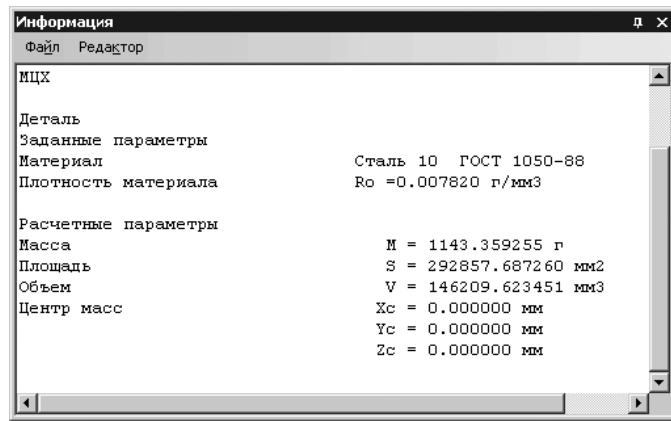

Рис. 4.39. Диалоговое окно **Информация** с массово центровочными характеристиками **Ролика**
- щелкните в выпадающем меню по пункту **МЦХ модели**. Появится окно результатов расчета **Информация**, показанное на рис. 4.39.